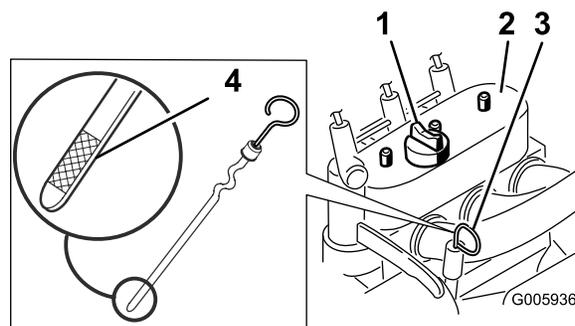

Рисунок 29
4. Очистите область вокруг масломерного щупа (Рисунок 29).
5. Вытяните измерительный щуп и вытрите металлический конец насухо (Рисунок 29).
6. Вставьте щуп в трубку щупа до упора (Рисунок 29).
8. В случае низкого уровня масла очистите область вокруг крышки маслозаливной горловины и снимите крышку (Рисунок 29).
13. Снимите крышку маслозаливной горловины (Рисунок 29) и медленно залейте примерно 80% от указанного количества масла через крышку клапана.